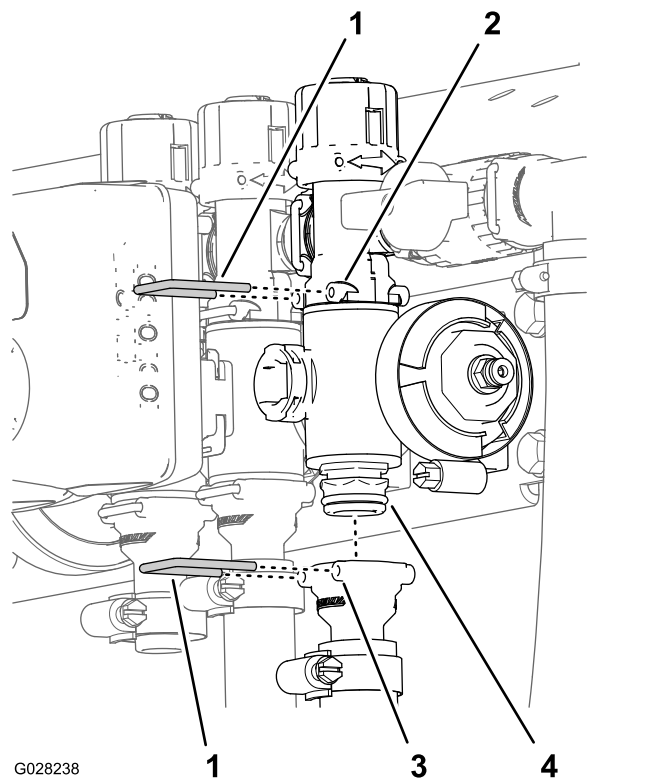

Figura 120
2. Retire las horquillas de retención que sujetan el conector de salida al distribuidor de la válvula de sección y el distribuidor de la válvula al acoplamiento de desvío (Figura 120).